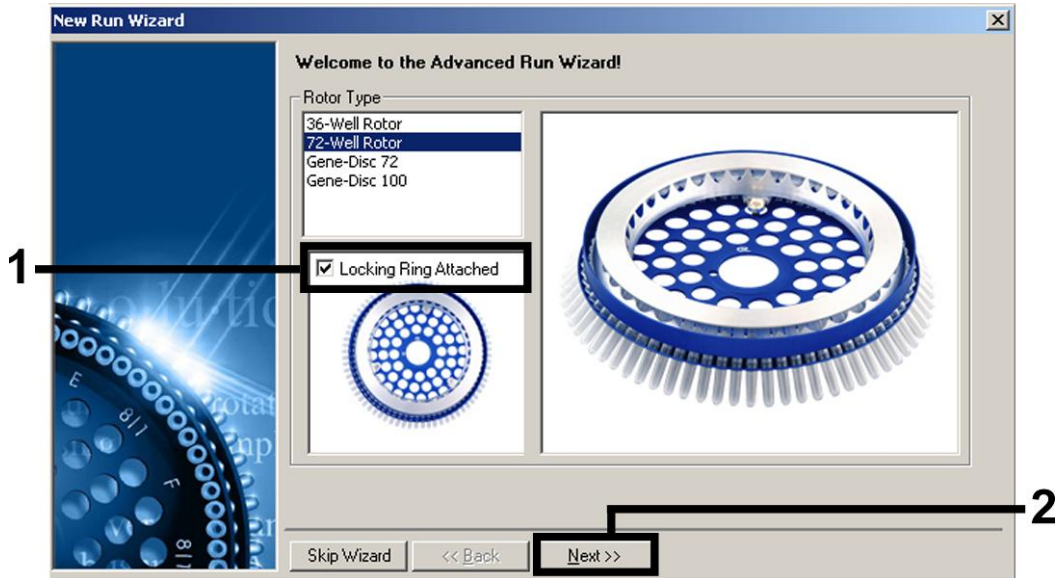

Abbildung 1. Das Dialogfenster „New Run Wizard“.
3. Öffnen Sie das Dialogfenster „New Run Wizard“ (Assistent für neuen Lauf) (Abb. 1). Markieren Sie das Kontrollkästchen „Locking Ring Attached“ (Sicherungsring festgemacht) und klicken Sie dann auf „Next“ (Weiter).